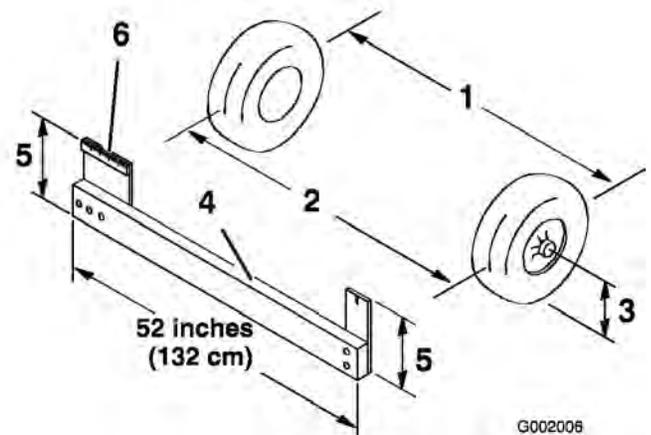

Figura 55
4. Meça a distância entre os pneus dianteiros à altura do eixo na zona dianteira e traseira dos pneus dianteiros (Figura 55). É necessário um objecto imóvel ou um medidor de alinhamento para a medição traseira dos pneus dianteiros à altura do eixo. Utilize o mesmo objecto ou medidor de alinhamento para obter uma medição precisa da dianteira dos pneus dianteiros à altura do eixo (Figura 55).